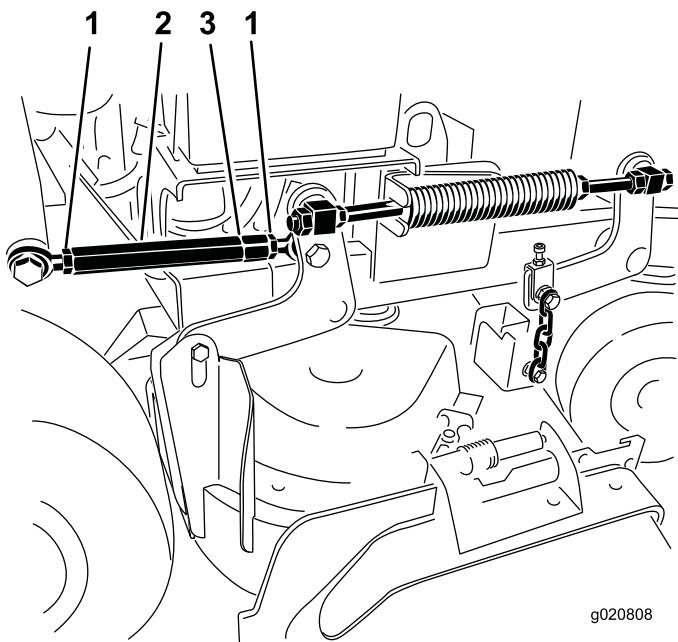

Figure 87
4. Desserrez les écrous de blocage à chaque extrémité du tendeur (Figure 87).
- Remarque:** L'extrémité du tendeur portant la gorge usinée est filetée à gauche (Figure 87).